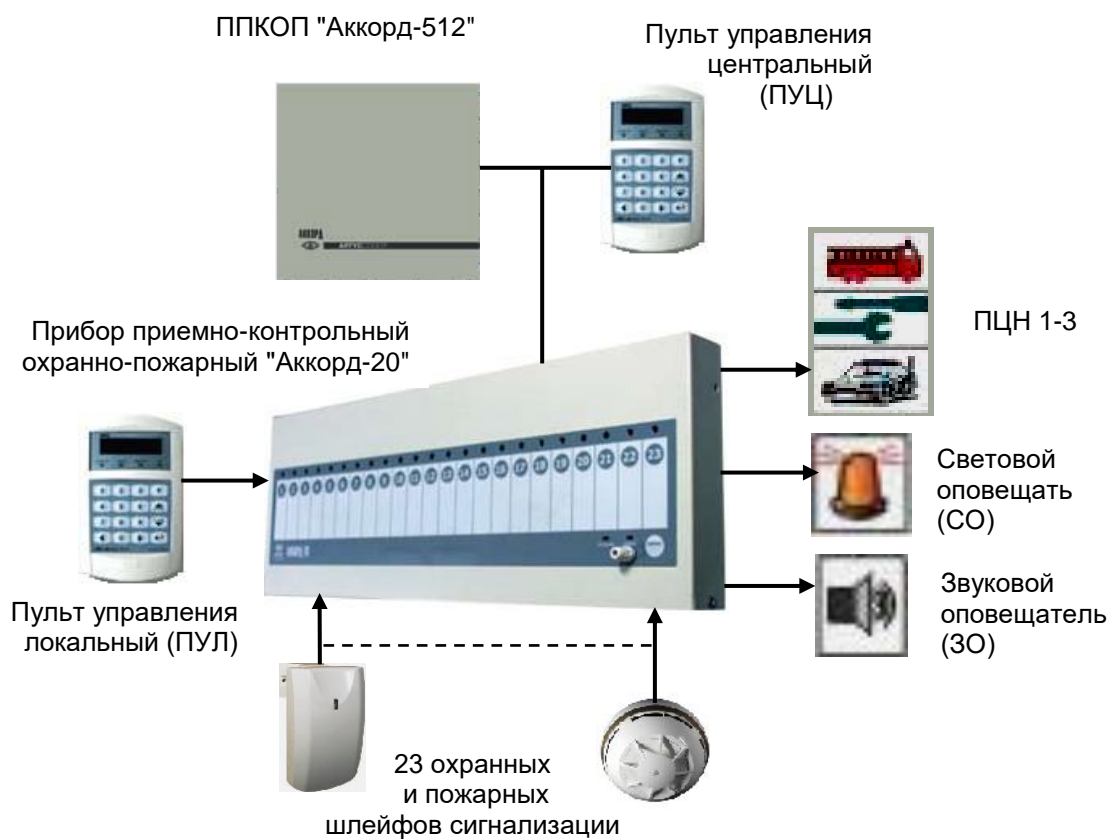

Рисунок 1
1.1.2 Для обнаружения возгораний и проникновений в охраняемое помещение используются пожарные или охранные извещатели, подключаемые к прибору в составе шлейфов сигнализации (рисунок 1а). Шлейфы сигнализации могут быть пожарными и охранными.
1.1.6 Прибор может использоваться (**рисунок 1а**):
- в составе прибора ППКОП "Аккорд-512" (**рисунок 1б**);